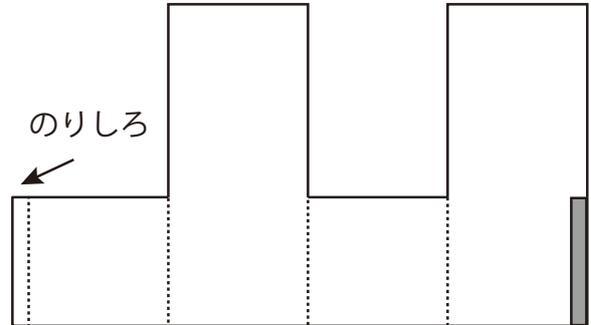

図10 光源用の筒
1) 図10の実線にそって切り取ります。
2) 定規を使ってカッターの背(刃の付いていない部分)で図10の点線をなぞります。
3) 図10の「塗りつぶした部分」に幅5mmの細い両面テープを貼ります。
4) 図10の点線の部分を谷折りで折り曲げて筒を組み立てます。